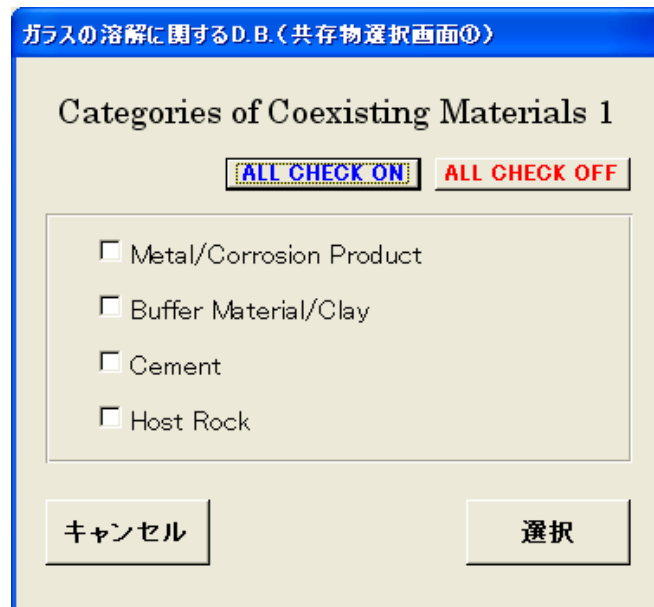

Fig.7-1 共存物選択画面 1
**共存物選択** ボタンをクリックすると、検索条件が設定されていない場合は、共存物選択画面 1 (Fig.7-1) が表示される。検索条件が設定されている場合は、共存物選択画面 2 (Fig.7-2) が表示される。
- ・**カテゴリーの変更** ボタン: 共存物選択画面 1 (Fig.7-1)を表示し、再度、共存物分類の選択を行う。